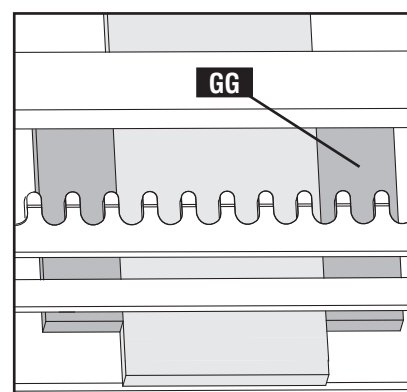

Fig. H21
NOTA: Si sujeta las tablas de descarte antes de realizar los cortes, asegúrese de que el material de descarte del borde izquierdo de la tabla con espiga sea del mismo espesor que el material de descarte (GG) Fig. H21 del borde derecho de la tabla con ranura. De esta manera, se garantiza que el borde izquierdo de la tabla con espiga y el borde derecho de la tabla con ranura se encuentren a la misma distancia de los extremos de la plantilla antes de realizar los cortes.